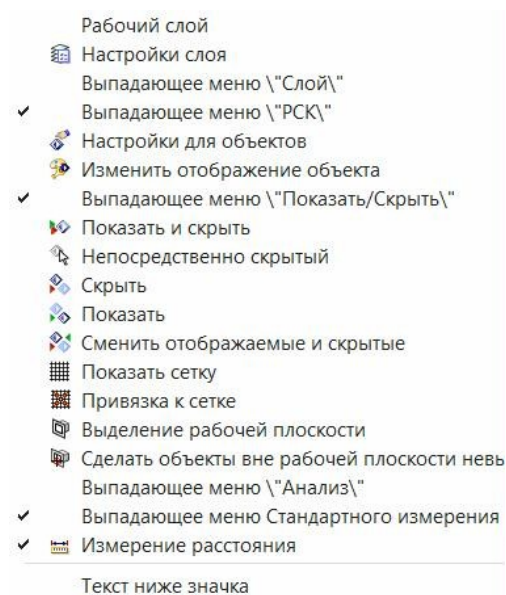

Рис.34
- Внутри конкретной панели инструментов отдельные команды также могут быть включены *выборочно*. Чтобы узнать полный список команд конкретной панели инструментов нужно в правом верхнем её углу (рис. 32, 33) нажать на маленькую стрелочку вниз. В ответ система предложит опцию «Добавить или удалить кнопки в панели». Вы согласитесь, и появится список всех команд данной панели (рис. 34).